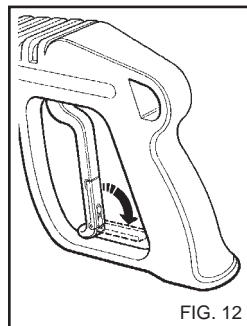

FIG. 12
- Når højtryksrenseren ikke anvendes, skal håndtagets sikkerhedsanordning (fig. 12) lukkes.